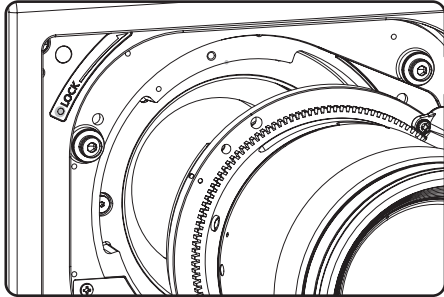

図 1
1) レンズホールカバーを取り外す (図1)
2) レンズリリースボタンを押しながら投写レンズを反時計方向に回し、抜き取る（図 1）